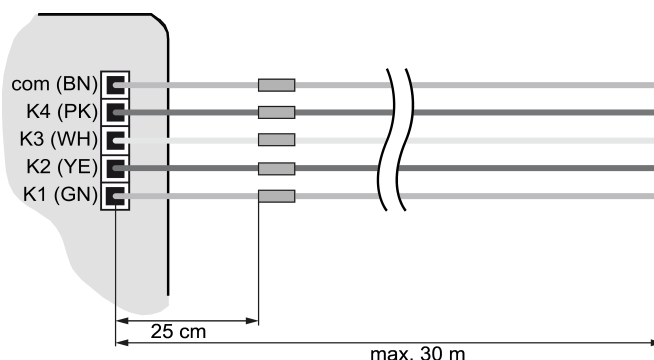

Bild 2: Maximale Leitungslänge
- i** Bei der Verlängerung der beiliegenden Leitungsätze (siehe Bild 2) die maximale Leitungslänge beachten (siehe Kapitel "Technische Daten" ► Seite 10). Es gilt: Die com-Leitung darf pro Leitungssatz in Summe nicht länger als 30 m sein.